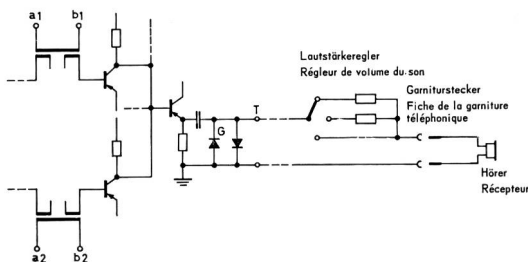
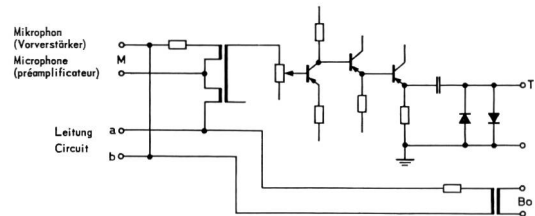

Fig. 4
Fig. 8
3.2 Empfangsteil (Fig. 4)
3.2 Organe de réception (fig. 4)
Wie aus Fig. 8 ersichtlich ist, bildet der Eingangsübertrager zusammen mit dem Leitungsnachbildungs-Widerstand von 600 Ω eine Anti-Sideton-Schaltung zur Erzeugung einer ausreichenden Rückhördämpfung. Ein dreistufiger, direktgekoppelter Verstärker liefert den nötigen Hörerpegel, der analog dem Platzverstärker in zwei Stufen von je 0,75 Neper variiert werden kann (siehe auch Fig. 4 und Abschnitt 3.2).
Comme on peut le voir sur la figure 8, le translateur d'entrée forme avec la résistance d'équilibrage de 600 ohms de la ligne un circuit anti-local, qui produit un affaiblissement de régularité suffisant. Un amplificateur à trois étages, couplé directement, fournit, au niveau nécessaire pour l'écouteur, une tension qui peut être réglée de façon analogue à celle de l'amplificateur de position, par étages de 0,75 N. (Voir aussi fig. 4 et chiffre 3.2.)